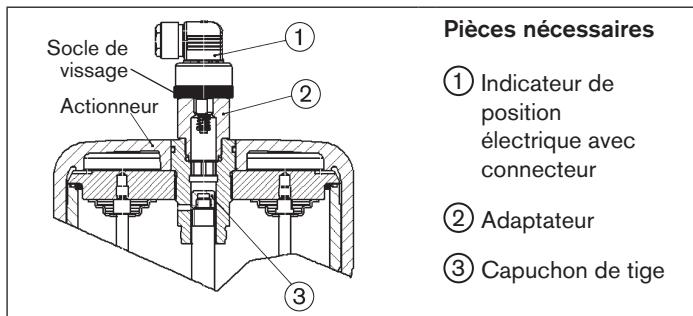

Figure 12 : Taille d'actionneur 175, 225 (\varnothing en mm) avec indicateur de position électrique
- Dévisser le capot transparent du couvercle d'actionneur (6) (respecter les consignes de sécurité du chapitre « 10 » à la page 61 !).
- Visser le capuchon de tige (3) sur l'extrémité de la tige à la place de l'indicateur de position (SW14).
- Visser l'adaptateur (2) au lieu du capot transparent sur l'actionneur (voir « Figure 12 »).
- Visser l'indicateur de position électrique (1) dans l'adaptateur (2), en respectant la remarque figurant au chapitre « 10 ».